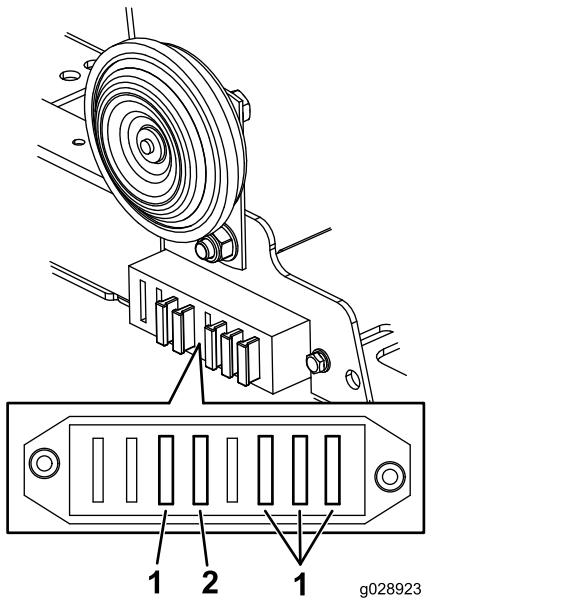

Bild 4
1. Setzen Sie die Sicherungen (10 A und 15 A) unter der Hupe ein, wie in **Bild 4** abgebildet.